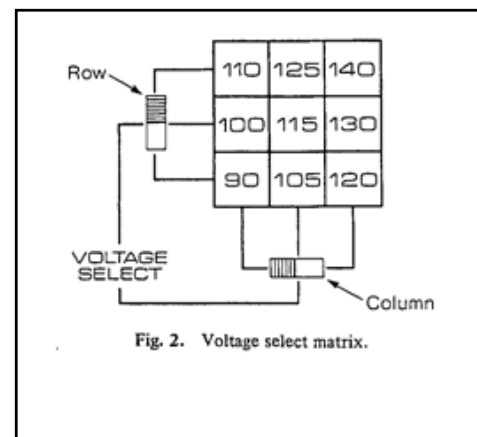

Fig. 2. Matriz de selección de voltaje
3. Seleccione el voltaje deseado mediante los switches VOLTAGE SELECT. Los 2 switches de 3 posiciones Están conectados en un arreglo de matriz como en la Fig. 2 y el panel frontal del ISOPACK. La matriz de 3x3 provee nueve posibles combinaciones, cada una con un voltaje de salida distinto. Por ejemplos, si ambos switches están en la posición central se obtienen 115 Volts. Al seleccionar con el switch “ROW” la columna superior y con el “COLUMN” la fila izquierda, se obtienen 110 Volts, etc.
6. Los voltajes de la matriz mostrados en la Fig. 2 son aproximados, dependiendo de la carga y de la diferencia posible con 120 Volts. Para determinar el voltaje específico, utilice un multímetro de precisión Precision para medir el voltaje en la salida ISOLATED.